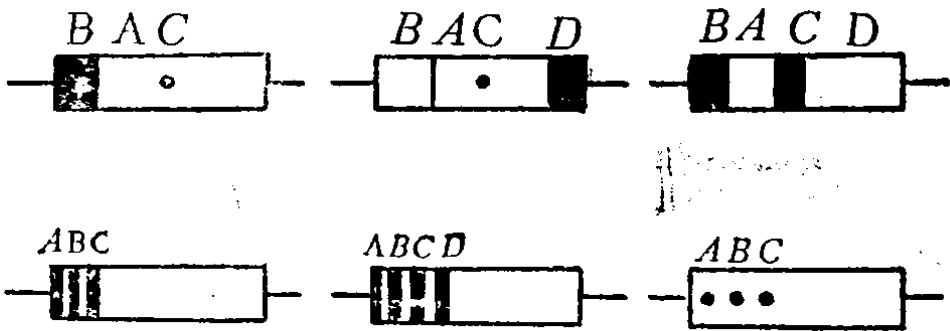

图 1-2 色标电阻器
(1)阻值系列:各工厂生产的电阻器,均应符合国家规定的阻值系列(表1-3)。工厂产品出厂时,其阻值标志都是用文字和符号直接印在电阻上,色标电阻见图1-2,色标意义见表1-4。